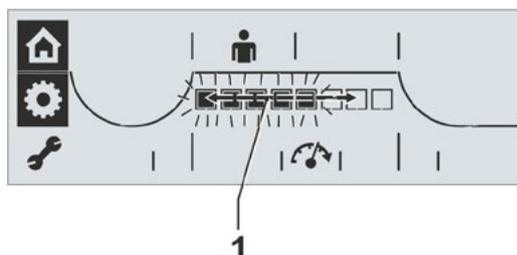

Рис. 2: Изменение ступени частоты вращения/ скорости движения
2. Нажмите кнопку Drive Controller. Чёрные сегменты шкалы мигают (рис. 2).
3. Поверните кнопку Drive Controller и выберите требуемую ступень частоты вращения/времени движения. Шкала показывает выбранную ступень (рис. 2, поз. 1).